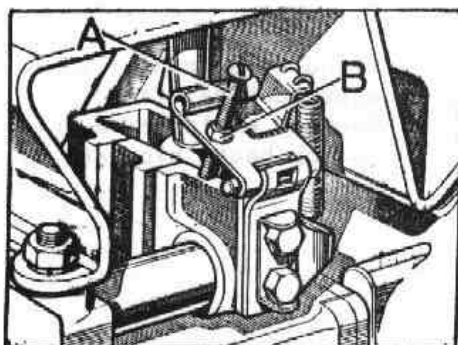

Fig. C-71 Ajuste del recorrido del tope de marcha atrás
- 3.1. Ajustar el tornillo, A (Fig. C-71) de tal forma que la placa con bisagra pueda ser elevada por la palanca de cambio, cuando se utilice la marcha atrás, - al tiempo que debe notarse una resistencia apreciable.